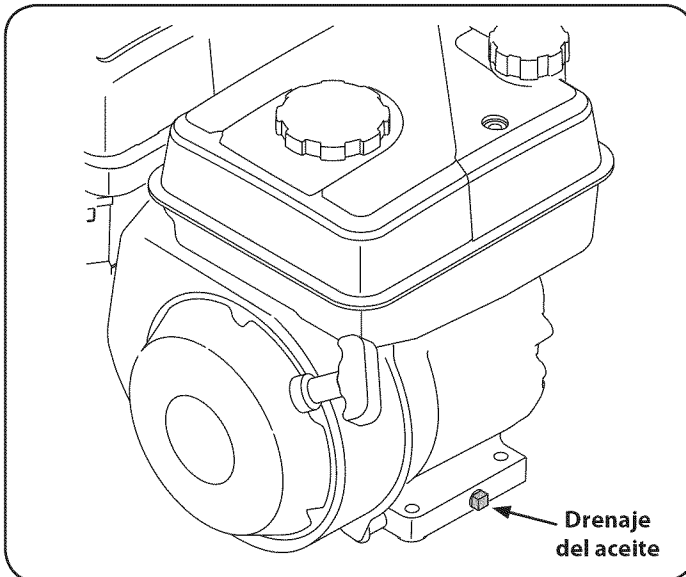

Figura 23
3. Extraiga la tapa de extremo de drenaje de aceite que se encuentra en la base del motor, y drene el aceite en un recipiente adecuado. Vea la Figura 23.